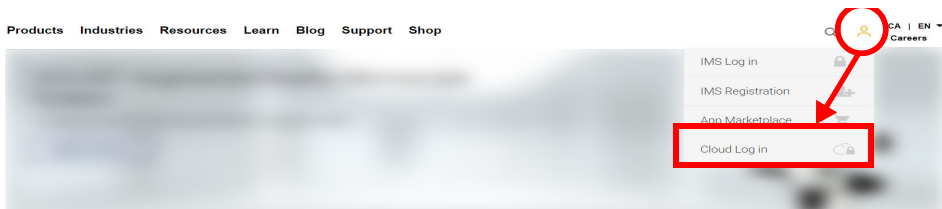

Abbildung 10-1 Cloud Log in (Cloud-Anmeldung)
2. Erstellen oder treten Sie einem bestehenden Konto in der OSC bei (ein Administrator erstellt das Konto und lädt alle anderen Benutzer ein). Gehen Sie zu www.olympus-ims.com und klicken Sie auf **Cloud Log in** wie in Abbildung 10-1 auf Seite 229 gezeigt.